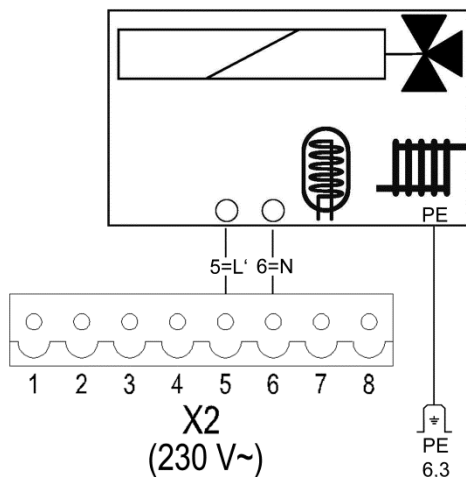

Abb. 26: Anschluss 3-Wege-Umschaltventil mit Feder-Rückstellung
- ➔ Schließen Sie das 3-Wege-Umschaltventil gem. Abb. 26 an (z.B. **VC4044** Honeywell 230V~) zur Speicherladung (5=geschaltete Phase L'=schwarz, 6=N=blau).